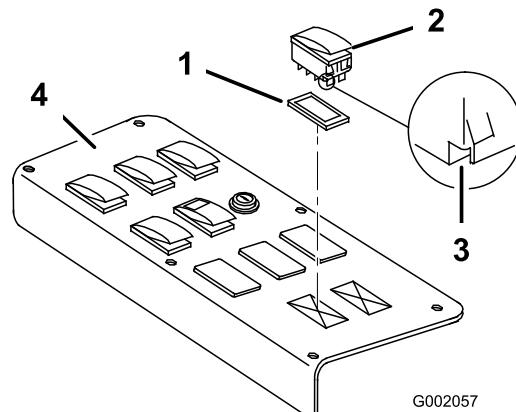
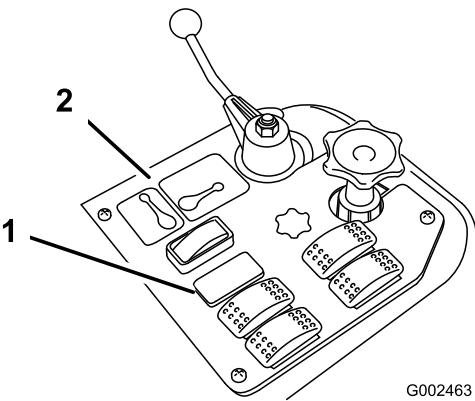

図 14
図 15
1. 散布コントロール・パネルを外して下側を露出させる（1250 用は図 14、1200 用は図 15）。
2. 車両の散布コントロール・パネルのソニック・ブーム用のスロットにはめてあるプラグを取り外し（1200 用は図 14、1200 用は図 15）。
注 スイッチの向きが 図 14 と同じになっていることを確認してください； ノッチが車両後方を向いているのが正しい取り付け方です。